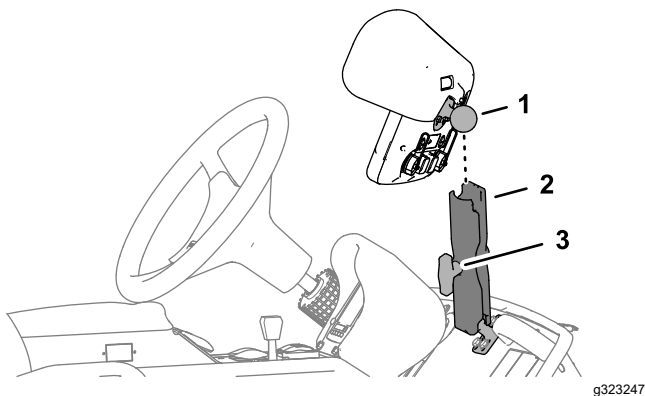

Figura 13
1. Afloje el pomo del brazo del monitor hasta que pueda colocar el pivote de bola de la parte trasera del monitor de fumigación en el brazo del monitor (Figura 13).
2. Desde el asiento del conductor (asiento izquierdo), ajuste la posición del monitor de fumigación para tener una visión clara de la pantalla (Figura 13).
3. Apriete a mano el pomo del brazo del monitor (Figura 13).